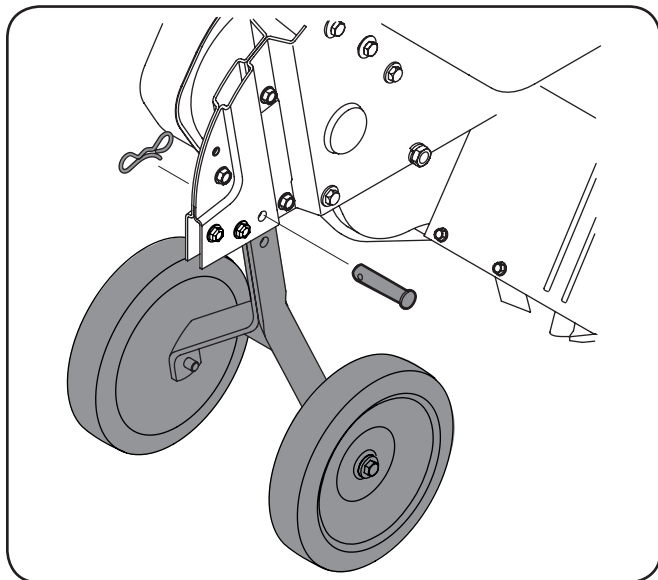

Figura 3-3
1. Retire el restante horquilla pin y la chaveta de la bolsa manual, instalar el conjunto de la rueda en el soporte de caja de la cadena, como se muestra en la Figura 3-3.